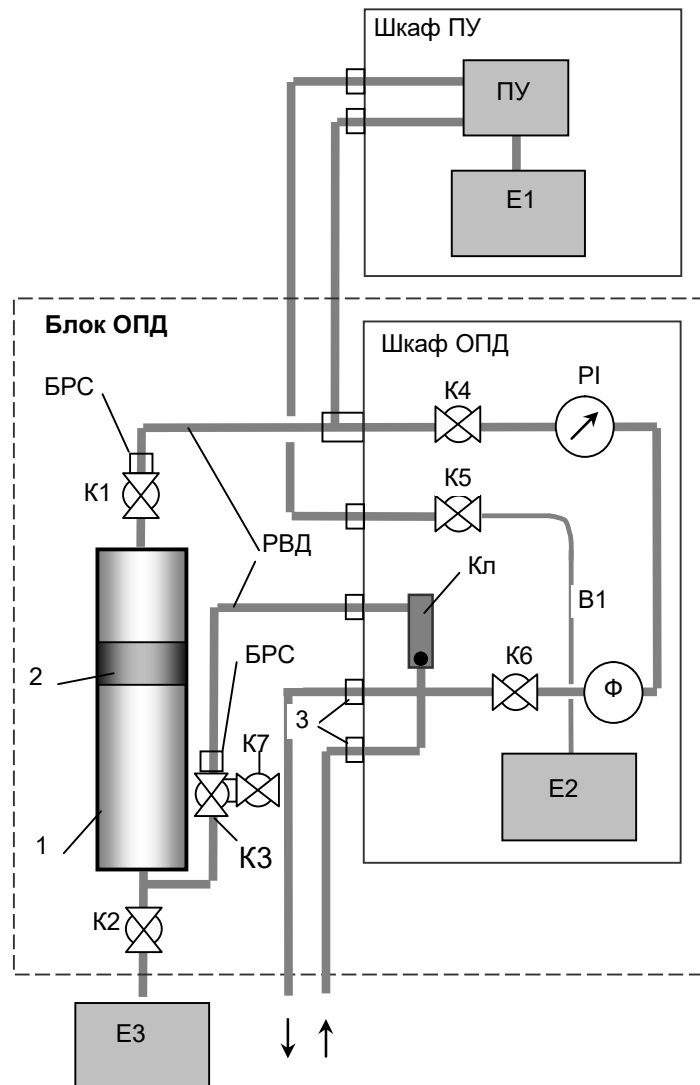

Рис. 2 – Технологическая схема пробоотборника в исполнении с блоком ОПД
1.5.2.1 Блок ОПД содержит следующие основные части (в соответствии с Рис. 2):
- цилиндр ОПД (1) с поршнем (2) и кранами (К1, К2, К3, К7);
- манометр (PI);
Внимание! Для смягчения гидроудара при открывании потока кран К4 предусмотрен игольчатым. Рекомендуем все краны открывать и закрывать всегда постепенно и полностью, особенно К3 и К2 (Рис. 2).